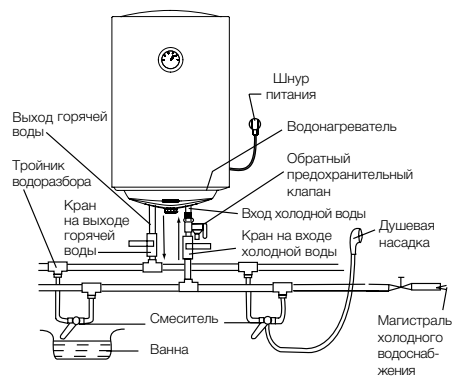

Рис. 6
- Если необходимо реализовать многоканальную систему водоснабжения, используйте способ соединения (см. рис. 6).